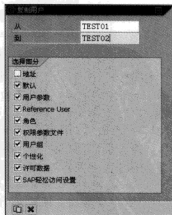

图 4-67 复制用户
STEP 6 回到用户维护初始界面，在“用户”栏中输入需要删除的用户名后，如果单击菜单栏中的“”按钮，即可弹出“删除用户”对话框，单击“是”按钮可将该用户从系统中删除；如果单击菜单栏中的“”按钮，即可弹出“锁定用户”对话框，单击左下角的“”按钮可将该用户在系统中锁定；单击菜单栏中的“”按钮，即可弹出“复制用户”对话框，填写完目标用户名后单击“”按钮，即可将目标用户按照要复制的用户信息进行复制，如图 4-67 所示。